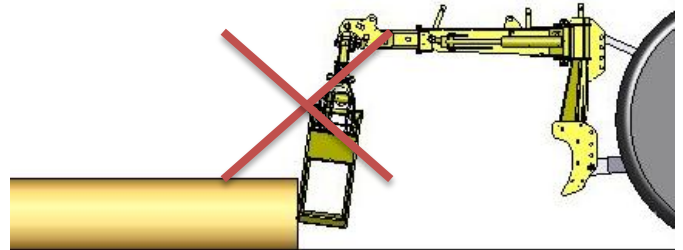

Bild 11: Die Zange darf für das Schieben von Stämmen nicht verwendet werden
**Das Schieben von Stämmen mit der Zange ist verboten (Bild 11).** Es besteht Gefahr einer Zangenbeschädigung und des unkontrollierten Rollens der Stämme. Die Ursache der Beschädigung kann eindeutig erkannt werden. In diesem Fall übernimmt der Hersteller keine Haftung.